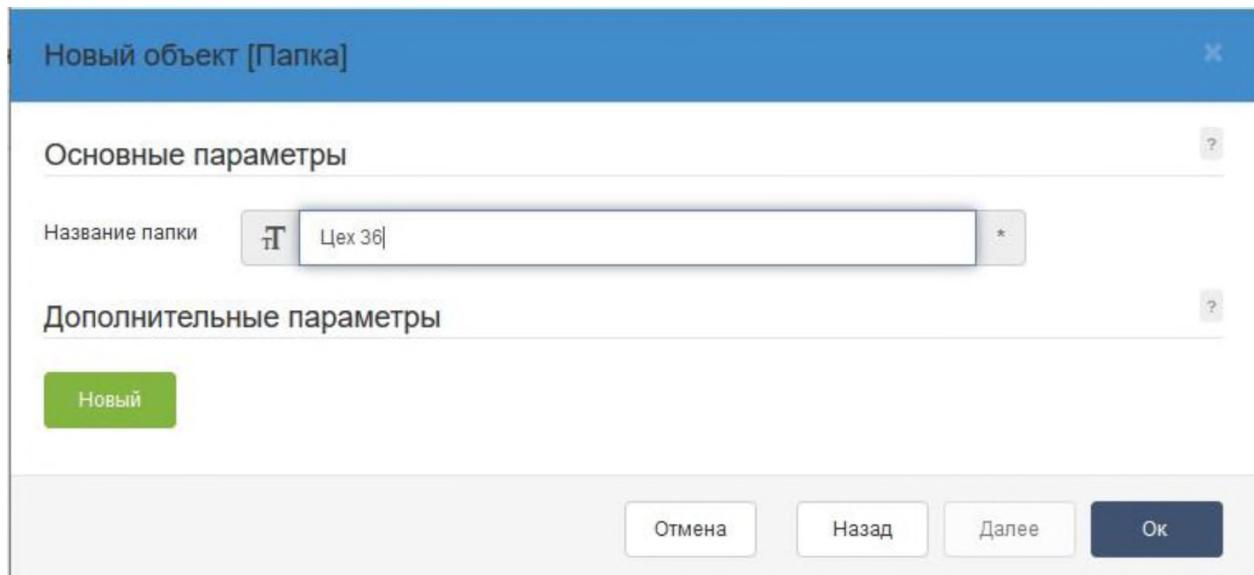

Рисунок 60 – Ввод названия цеха
8) Введите название цеха и нажмите **ОК** (рис. 60).